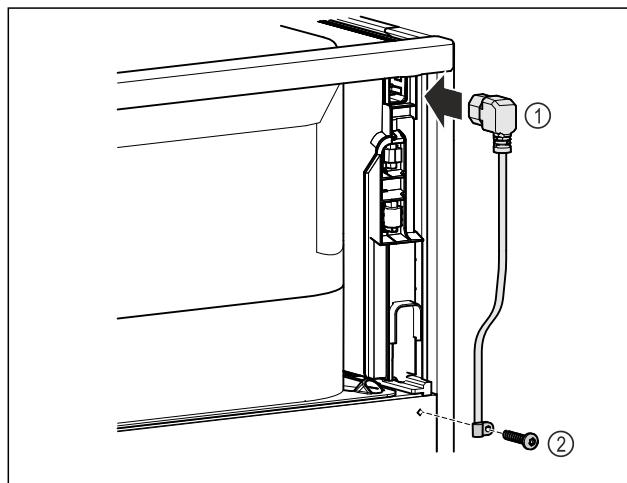

Fig. 9
- Включете буксата за свързване на уреди с ниска мощност на захранващия кабел Fig. 9 (1) от задната страна на уреда.
- Монтирайте кабелната муфа Fig. 9 (2)